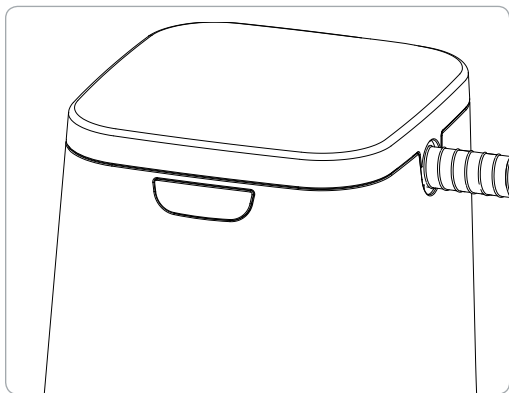

Figure 8.
5. Schließen Sie den Deckel, während der PAP-Schlauch in der offenen Aussparung liegt (Abbildung 8). Das SoClean-Gerät nimmt nun automatisch und entsprechend der voreingestellten Zeit und Dauer den Betrieb auf.